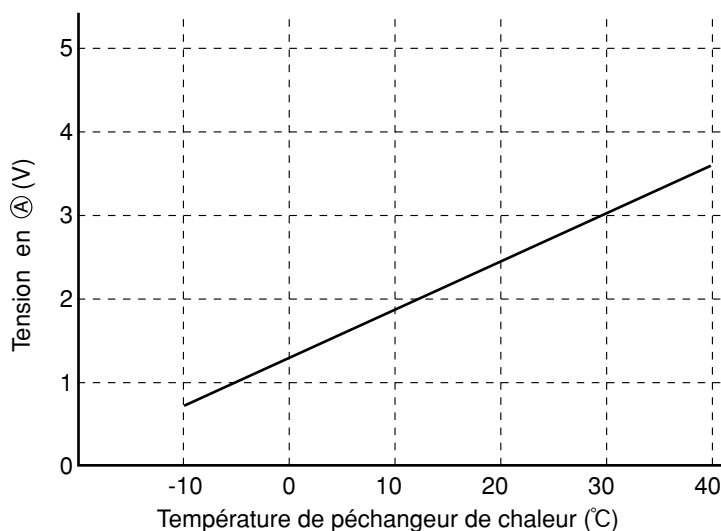

Fig. 6-2
- (1) Préchauffage
- (2) Dégivrage à basse température pendant la réfrigération et la déshumidification.
- (3) Détection du non fonctionnement de la vanne d'inversion ou de la coupure de la thermistance de température de l'échangeur de chaleur.
La tension en (A) dépend de la température de l'échangeur de chaleur, comme le montre la figure 6-2.